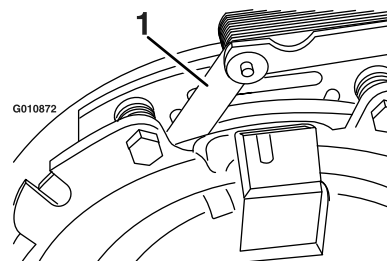
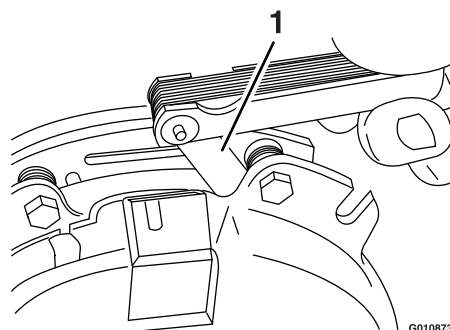

Figura 76
Figura 77
- E. Usando una galga de 0.25 mm (0.01"), compruebe la presencia de un espacio entre el rotor y la cara de la armadura en ambos lados del polo del freno, según se indica en Figura 76 y Figura 77.